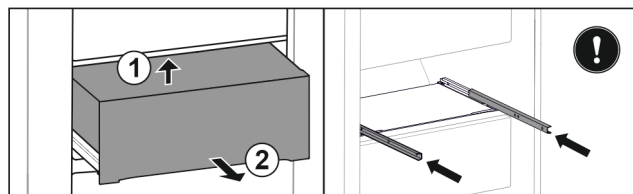

Fig. 159
- ▶ Ridicați sertarul de jos spate. Fig. 159 (1)
- ▶ Extrageți sertarul spre înainte. Fig. 159 (2)